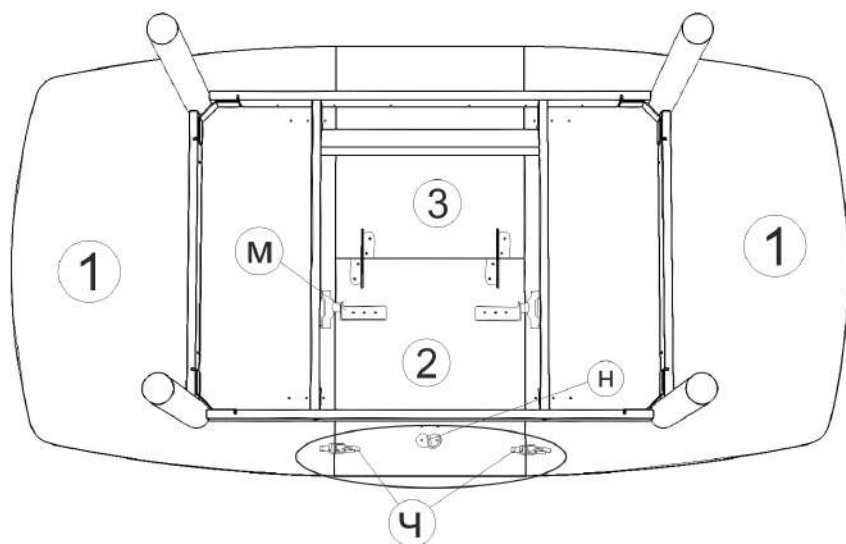

рис.9
20. В таком положении прикрепите части поворотного механизма  к вставке (2) саморезами (к), см. рис. 9.
21. Прикрепите замки (ч) саморезами (к) как показано на рис. 9, ориентируясь на наклейки.
22. Прикрепите петлю (кольцо) (н) к вставке (2) как показано на рис. 9.